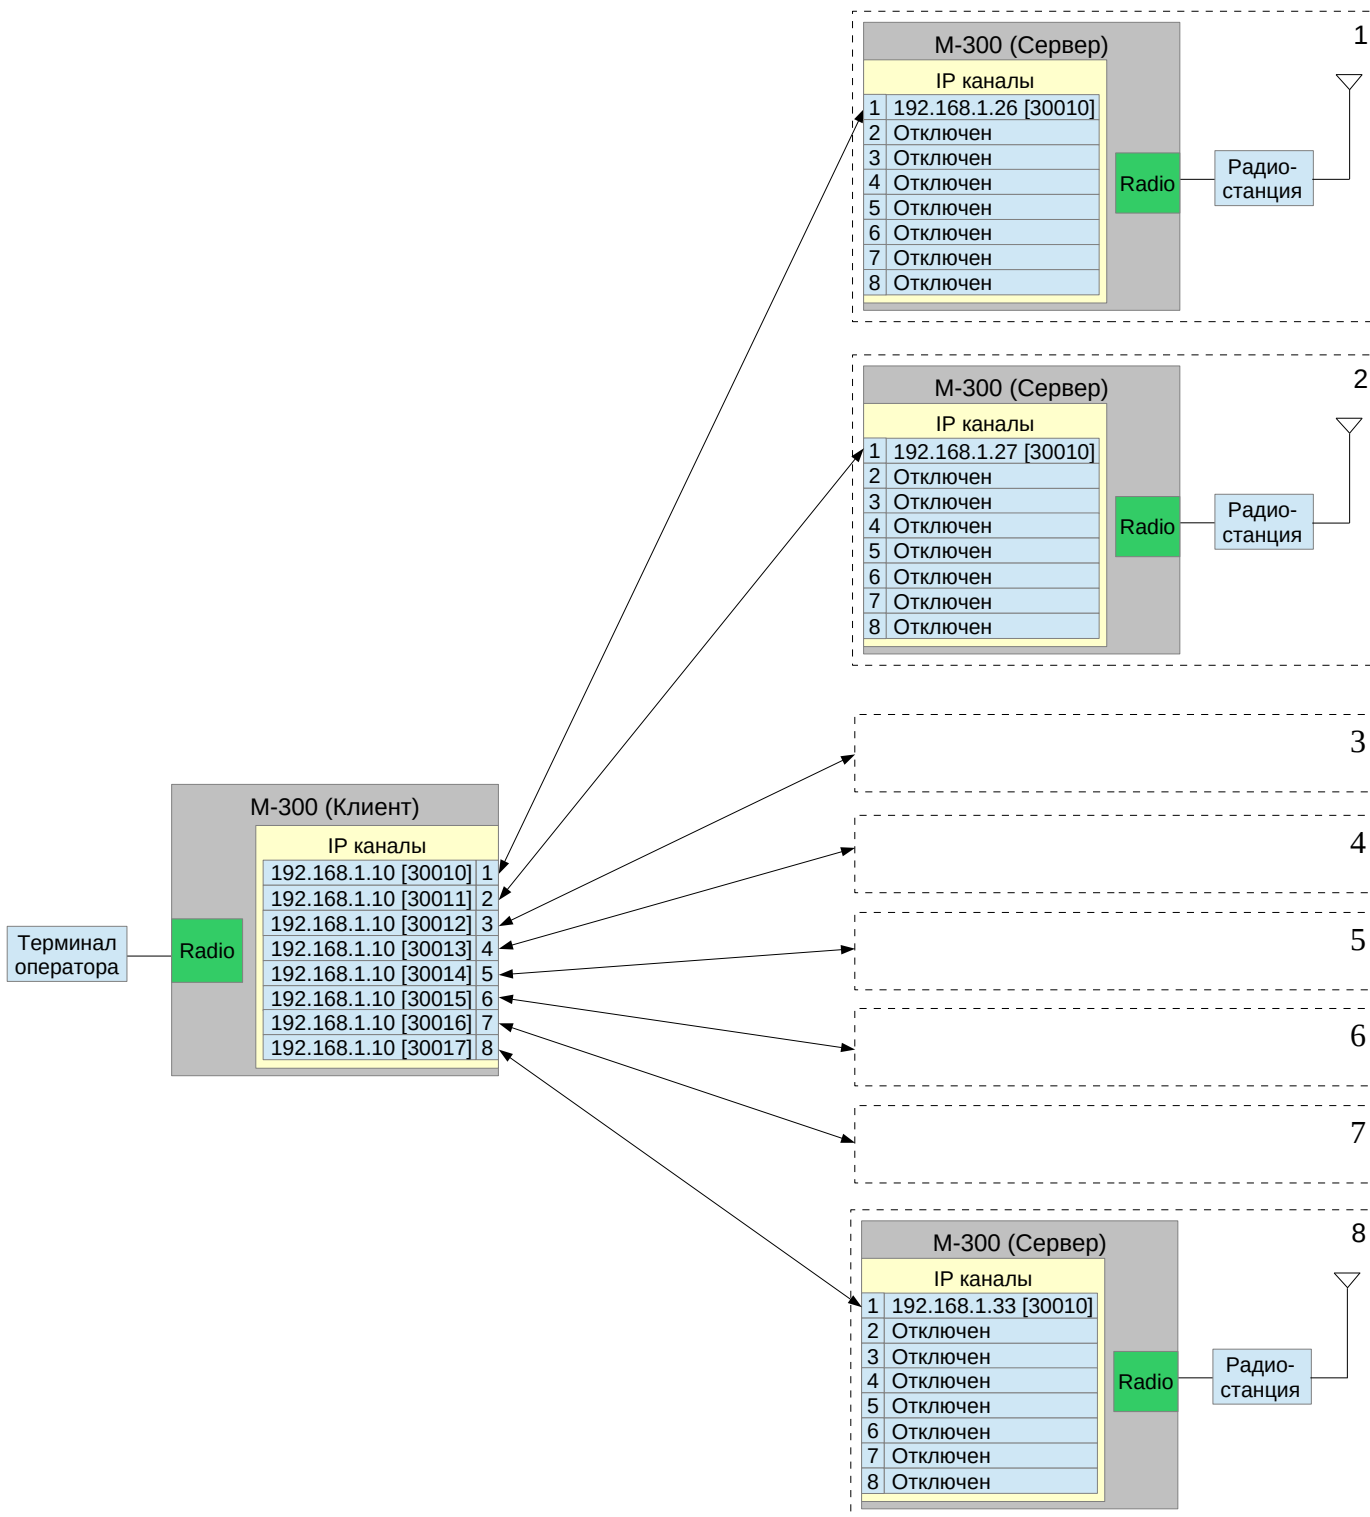
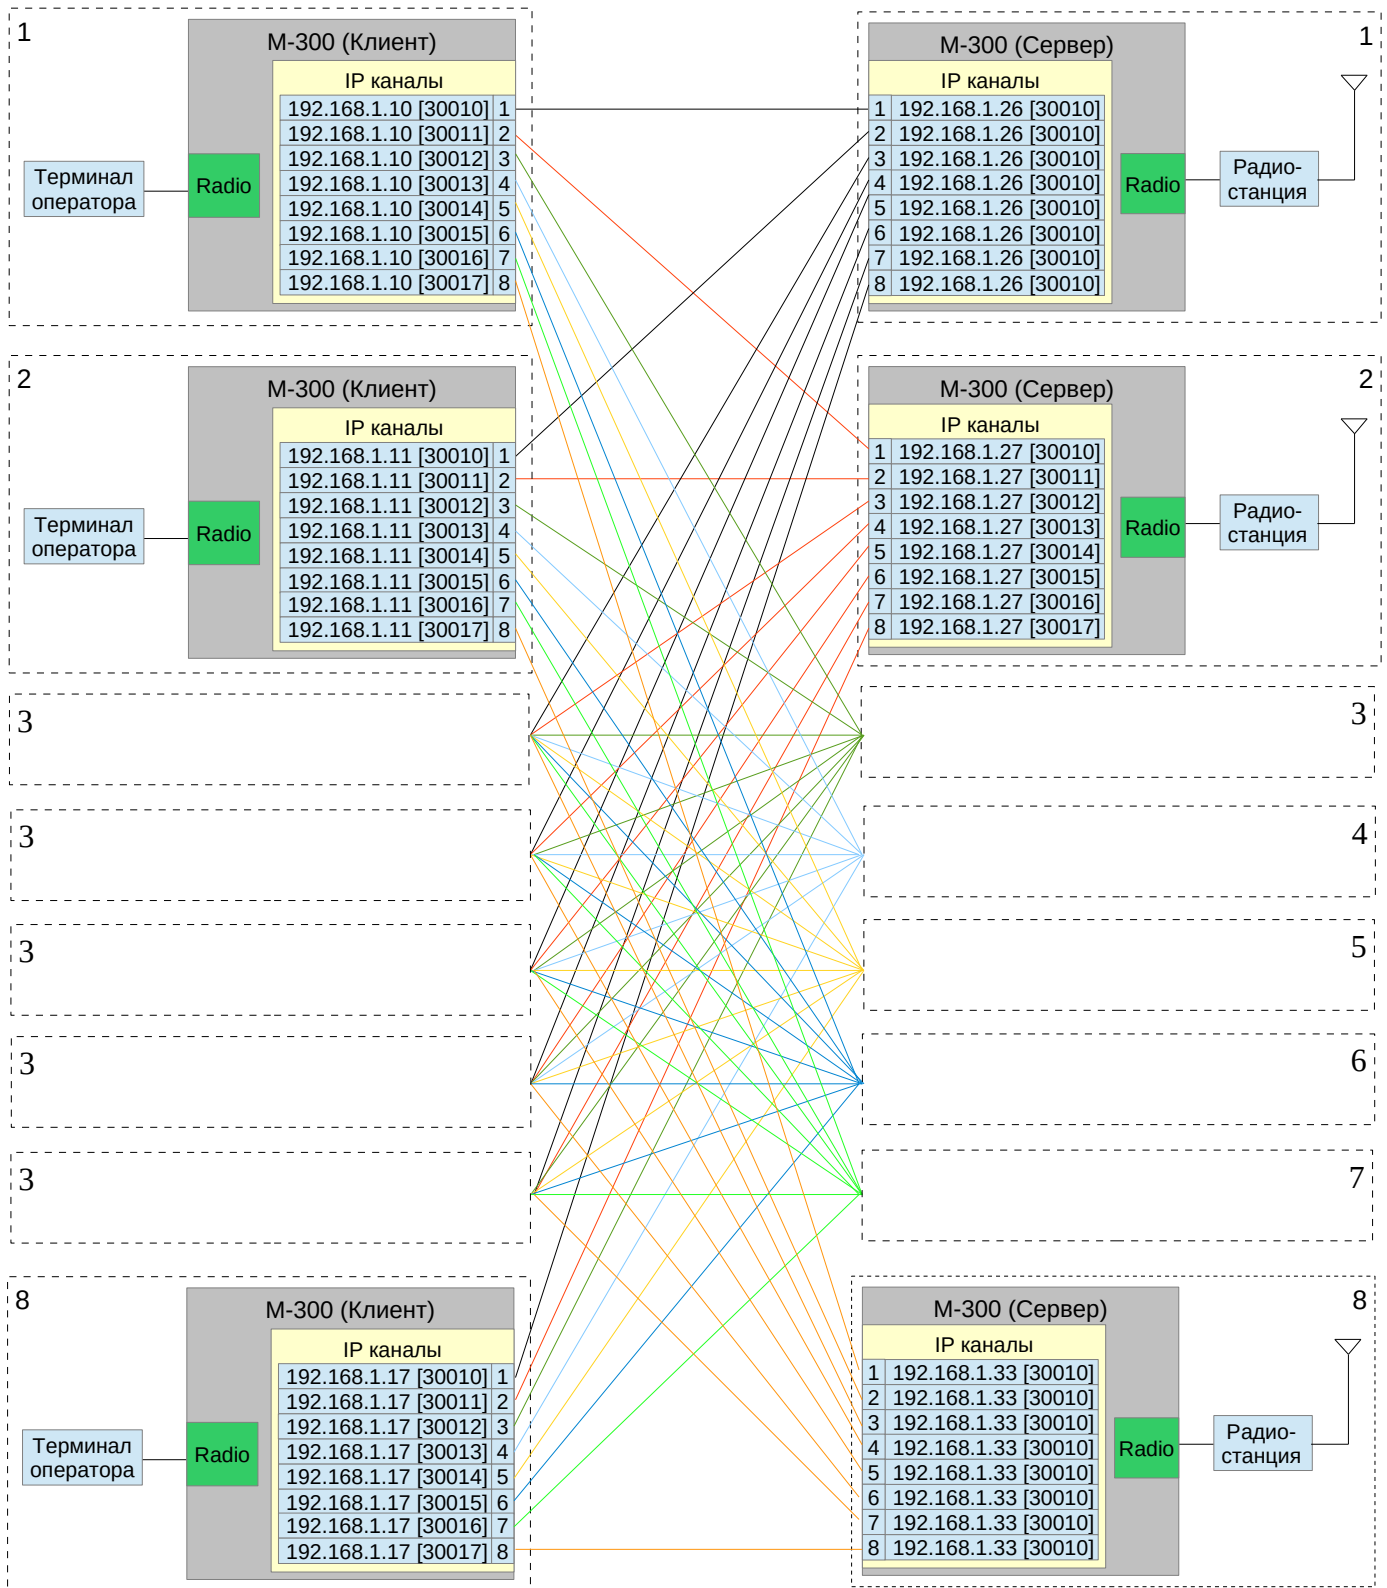

Рис. 3.6.4 Схема IP соединений для управления группой радиостанций.
Рис. 3.6.5 Схема IP соединений для работы группы операторов с группой радиостанций.
Контроллеры М-300 поддерживают одновременную работу по 8-ми IP каналам, это позволяет оператору организовать как выборочное так и параллельное управление до восьми удалённых радиостанций. Разделение IP каналов контроллера может выполняться как по номеру порта TCP/UDP протокола так и по IP адресу присваиваемого IP каналу. На рис. 3.6.4 приведена схема IP соединений для управления одним оператором группой из 8-ми радиостанций. На рис. 3.6.5 приведена схема IP соединений для параллельной работы группы из 8-ми операторов с группой из 8-ми удалённых радиостанций.
- Динамически, в этом случае все IP каналы имеют идентичные значения IP адреса и номера портов ( рис. 3.6.5, контроллер М-300 (Сервер) №1) . При данных параметрах подключение контроллеров М-300 (Клиент) выполняется на первый свободный IP канал.
- Статически, в этом случае каждый IP канал имеет индивидуальные значения IP адреса и/или номер порта (см рис. 3.6.5 контроллера М-300 (Сервер) №2).